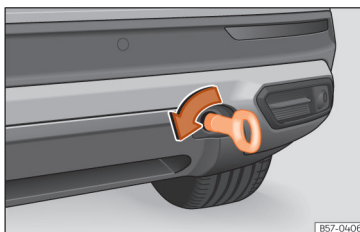

Abb. 197 Auf der rechten Seite des hinteren Stoßfängers: Eingeschraubte Abschleppöse.
- Drehen Sie die Abschleppöse **entgegen dem Uhrzeigersinn** so fest wie möglich in die Aufnahme » (Abb. 197) , » ①. Verwenden Sie ein geeignetes Hilfsmittel, um die Abschleppöse festzuziehen.